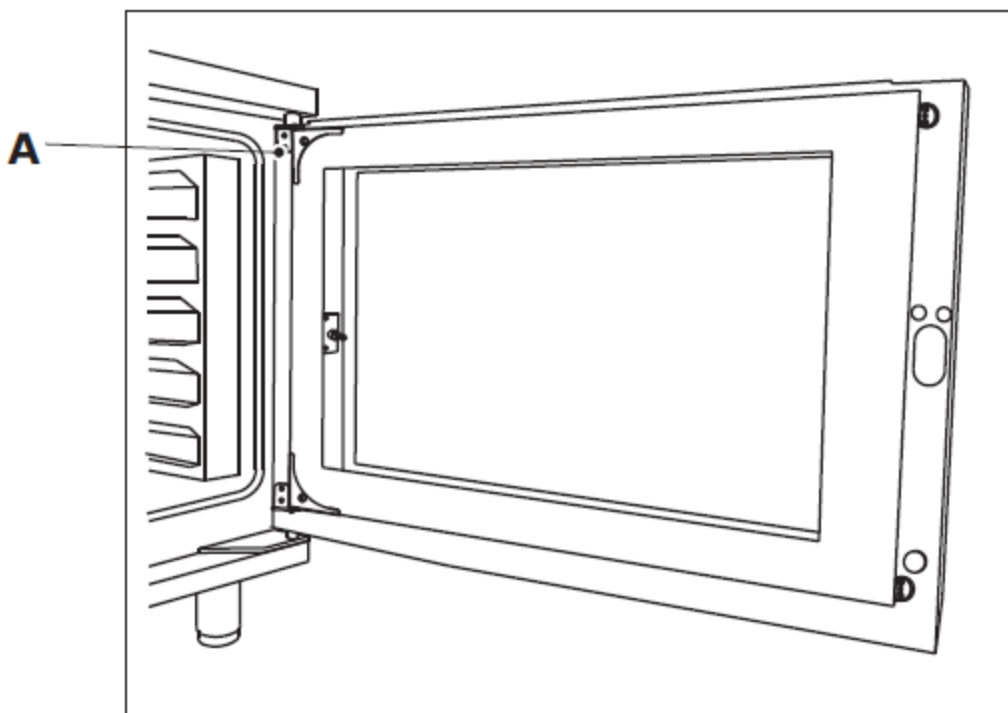

Рисунок 13.
- Откройте дверь печи (Рисунок 13);